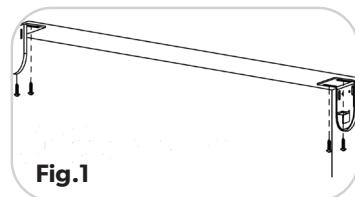

Fig.1
Tómese un momento para revisar la lista de piezas antes de iniciar los siguientes pasos. La persiana en rollo para exteriores Simple Lift™ puede colgarse desde la parte superior de una superficie (es decir, el marco de una ventana) (**Fig. 1**) o instalarse lateralmente desde la superficie interior de una pared, el patio o el porche. Aunque la instalación varía según el tipo de cerca que elija, el proceso básico sigue siendo el mismo.
- C.** Instale los soportes de montaje en el techo o la pared con ayuda de los tornillos para madera proporcionados. (**Fig. 1**)